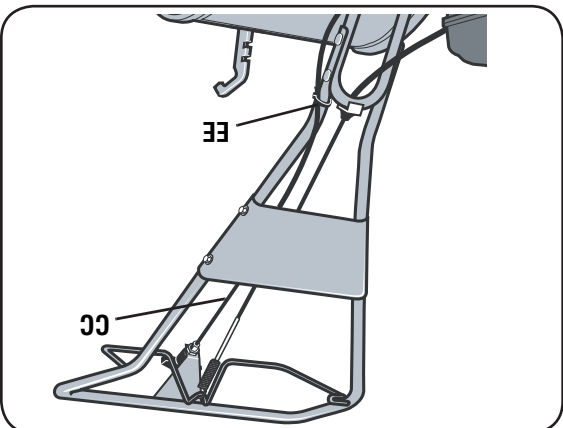

Fig. 2-9: Acheminement du câble d'embrayage de la marche arrière (CC). Maintenez en place avec un attache-câble (EE).
1. Déroulez lentement le câble d'embrayage de la marche arrière (CC, Fig. 2-8 et Fig. 2-9) de sa position pour l'expédition et amenez-le jusqu'au guidon. Vérifiez que le câble passe sous la barre d'embrayage de la marche avant.
3. Maintenez le câble d'embrayage de la marche arrière sur la gauche du guidon avec un attache-câble (EE, Fig. 2-9).